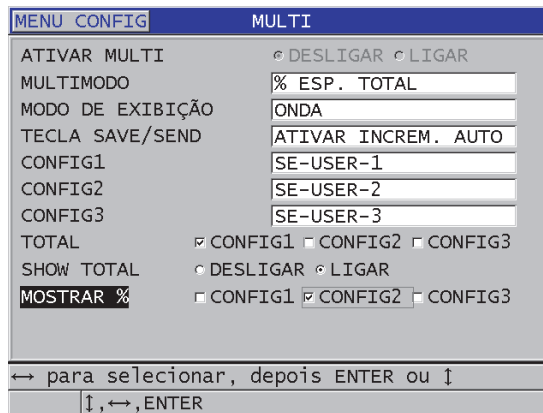

Figura 7-10 Configurar os parâmetros de multimedição no modo % espessura total
2. Na tela **MULTI** (Figura 7-10 na página 118):